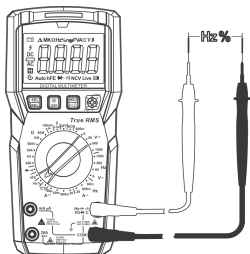

Рис. 11. Измерение частоты и коэффициента заполнения
7.8. Измерение частоты и коэффициента заполнения (см. рис. 11)